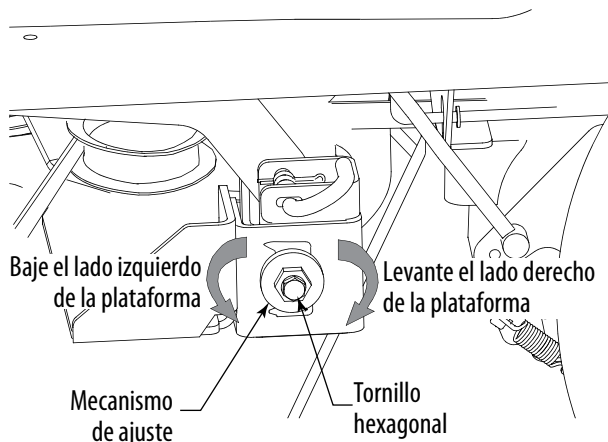

Figura 6-6
- Afloje, pero no extraiga, el tornillo de cabeza hexagonal ubicado en la ménsula de suspensión izquierda de la plataforma. Vea la Figura 6-6.